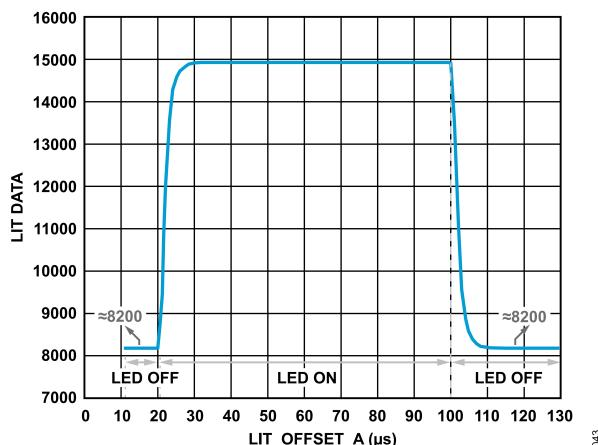

図 47. OSRAM FIREFLY CT DBLP31.12（緑色 LED）のタイミング
5. 明データの平均値と LIT\_OFFSET\_A をプロットします。光学デバイス（例えば OSRAM FIREFLY® CT DBLP31.12）の応答時間を図 47 に示します。